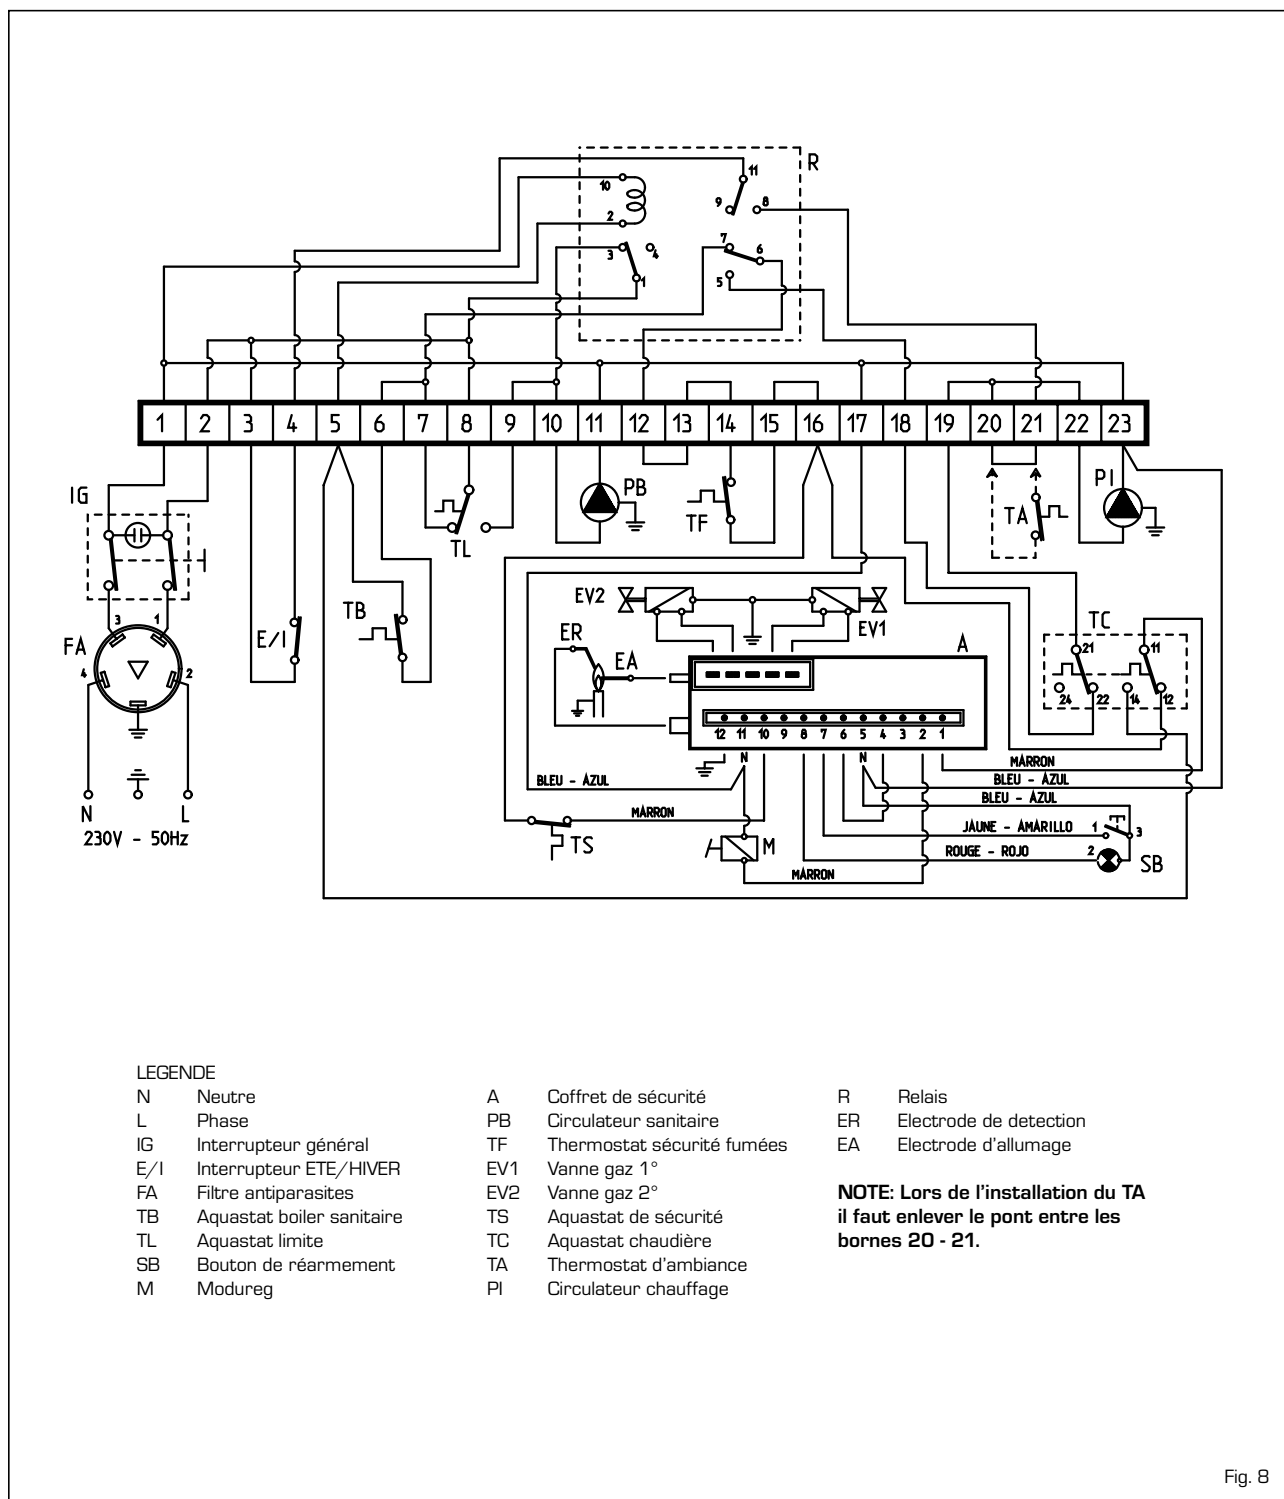

Fig. 8
il est conseillé d'installer un thermostat d'ambiance qui doit être branché sur les bornes 20 et 21 après avoir préalablement enlevé le pont (fig. 8).
2.7.1 Schéma électrique (fig. 8)